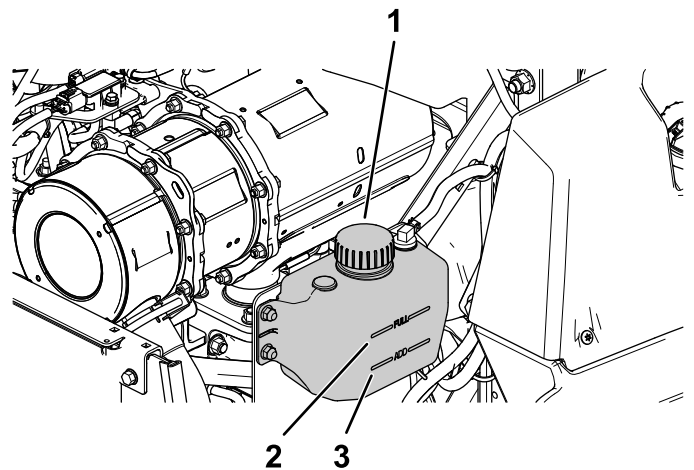

図 52
4. 液量の点検は補助タンクで行う(図 52)。
5. 冷却液のレベルが低い場合は、拡張タンクのキャップを取り外し、指定された冷却液を追加する (図 52)。